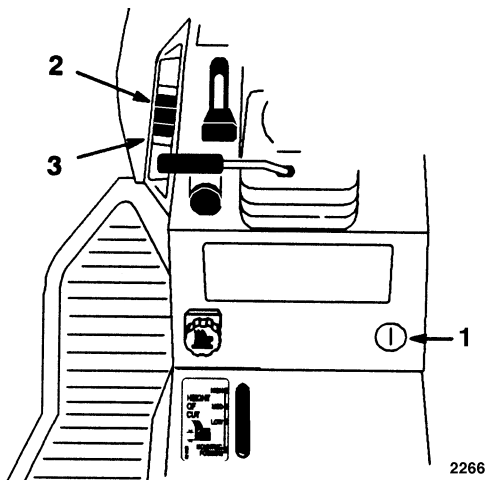

Bild 9
Der Krafthub für Zubehör (Option für gewisse Modelle) (Bild 9) dient dem Anheben und Absenken von Zubehör.
1. Den Zündschlüssel entweder auf EIN oder LAUF drehen (Bild 9).
2. Den Hubschalter in Richtung AUF schieben, um den Zubehörhub anzuheben (Bild 9). Dadurch wird das Zubehör angehoben und hoch oder in angehobener Stellung gehalten.
2. Den Hubschalter in Richtung AB schieben, um den Zubehörhub abzusenken (Bild 9).
Die Höheneinstellung (Bild 9) beschränkt die Bewegung von Werkzeugen nach unten. Das Höheneinstellrad wird zum Ändern des Anschlags nach oben oder unten gedreht.
1. Den Werkzeughubhebel anheben; siehe Werkzeug anheben. In der angehobenen Stellung läßt sich das Höheneinstellrad (Bild 9) zum Ändern des Anschlags drehen. Zum Anheben im Uhrzeigersinn drehen, im Gegenuhrzeigersinn, um die Werkzeughöhe zu reduzieren.
2. Die Höhenanzeige (Bild 9) gibt die Änderung der Werkzeughöheneinstellung während der Einstellung auf- oder abwärts an.